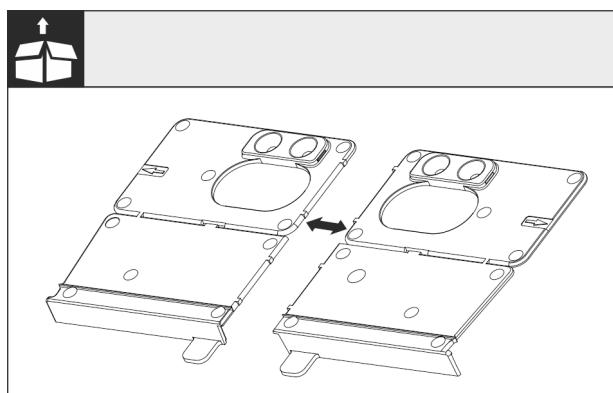

Fig. 27
► Montažni kutnik odvojite na dnu Fig. 27 () na perforaciji.